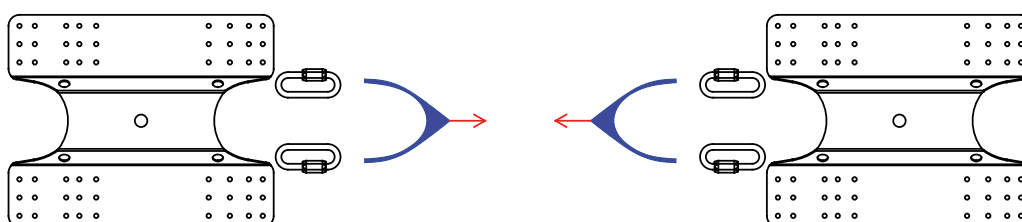

Figura 10.3
- en un sistema de varios vanos, después de la instalación, realizar una comprobación al corte en la dirección longitudinal entre los dos dispositivos adyacentes (dispositivo terminal – dispositivo intermedio adyacente, véase figura 10.3), según las modalidades descritas en el apartado “*Modalidad de ejecución de la prueba de comprobación de la correcta instalación*”, con el fin de comprobar la adherencia de la capa de cubierta a la estructura subyacente.